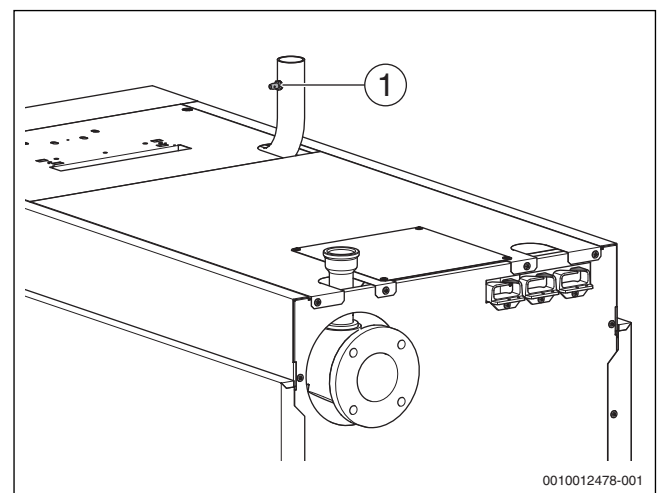

Рис. 28 Удаление воздуха из газопровода
- ▶ Отверните на 2 оборота запорный винт контрольного ниппеля, предназначенного для измерения давления и выпуска воздуха (→ рис. 28, [1], стр. 29).